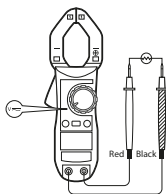

imagen 3
A. Medición de tensión CC/CA (ver imagen 3)